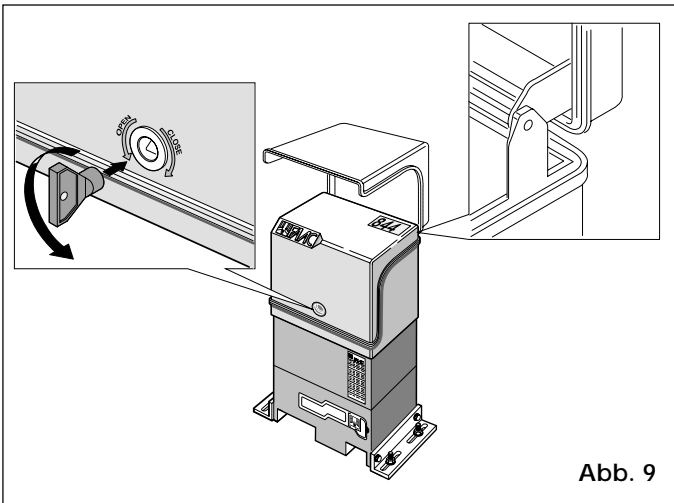

Abb. 9
- 2) Den Deckel des Antriebs mit dem mitgelieferten Steckschlüssel gemäß Abb. 9 öffnen. Durch ein spezielles Rastsystem wird der Deckel in seiner Öffnungsstellung gehalten.